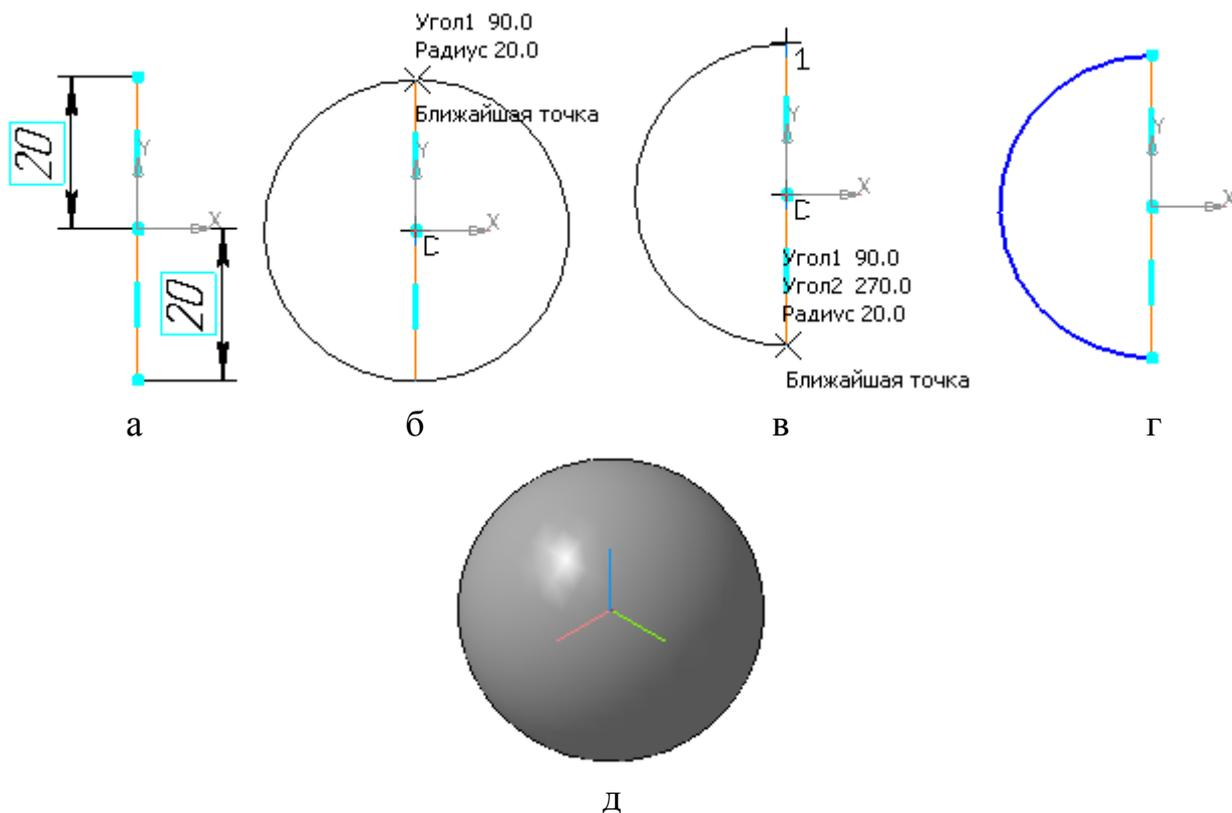

Рис. 6. Создание трехмерной модели шара
- постройте вертикальный отрезок стилем **Осевая** из начала координат длиной 20 мм вверх и вниз (рис. 6, а);
- укажите верхнюю точку осевой линии (сработает глобальная привязка **Ближайшая точка**) – рис. 6, б;
- потяните дугу и укажите нижнюю точку осевой линии (сработает глобальная привязка **Ближайшая точка**) – рис. 6, в; рис. 6, г;
- На Инструментальной панели Вид выберите команду **Полутоновое, Полутоновое с каркасом** (рис. 6, д).;